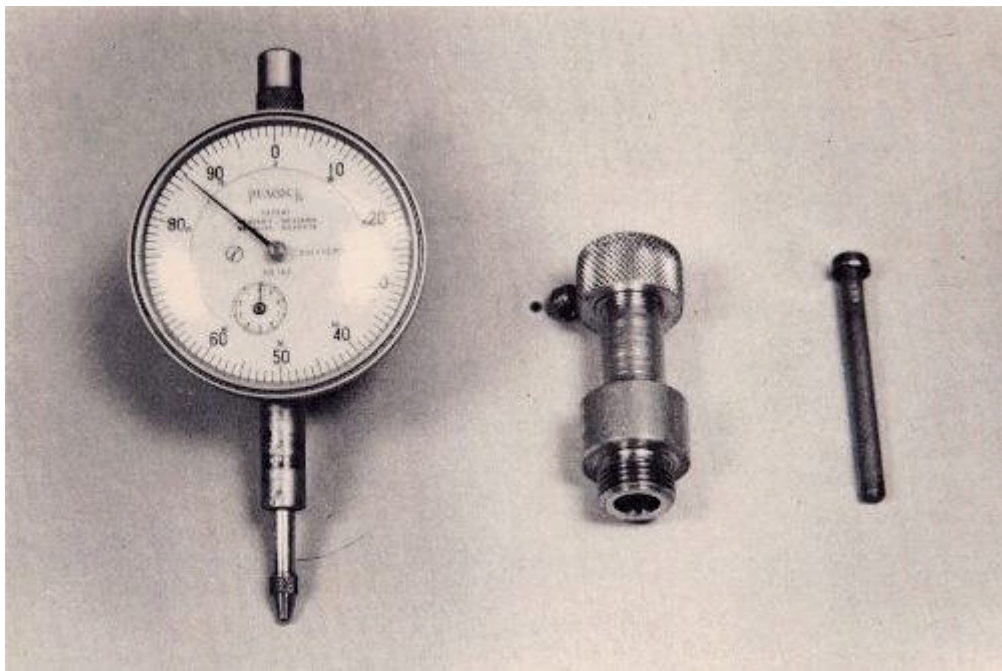

FIG. 119
9. La mayoría de los juegos de indicadores calendario marcado consistirá en una línea medidor calibrado ya sea en milímetros o en milésimas, con un adaptador que se enrosca en el orificio de la bujía, y un émbolo que encaja en el adaptador, entre el pistón y el indicador (fig. 119). Para instalar el medidor, retire la bujía y el tornillo del adaptador firmemente en el agujero. Coloque el émbolo hacia abajo por el centro de el adaptador y luego establecer el indicador de cuadrante en el centro del adaptador. Con el tiempo todavía pin de bloqueo del volante magnético y el estator juntos, empujar hacia abajo el indicador de línea hasta que la aguja del indicador empieza a girar. Cuando la aguja ha completado una vuelta completa, apretar el tornillo de bloqueo en el adaptador que se cierre el indicador en su lugar.